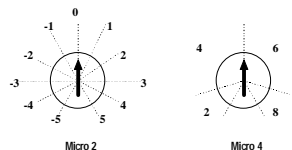

Fig. 5
- R8:** (Fig. 5) Micro2: trimmer per regolare l'offset (in °C) della sonda aria. Micro4: trimmer per regolare l'ampiezza (in °C) della zona morta;
- R8:** (Fig. 5) Micro2: trimmer for the regulation of the air probe offset (in °C). Micro4: trimmer for regulating the width (in °C) of the dead zone;